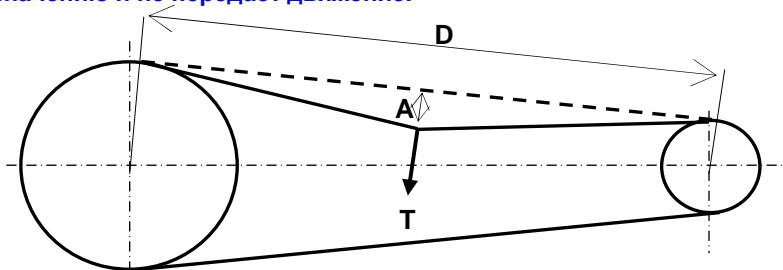
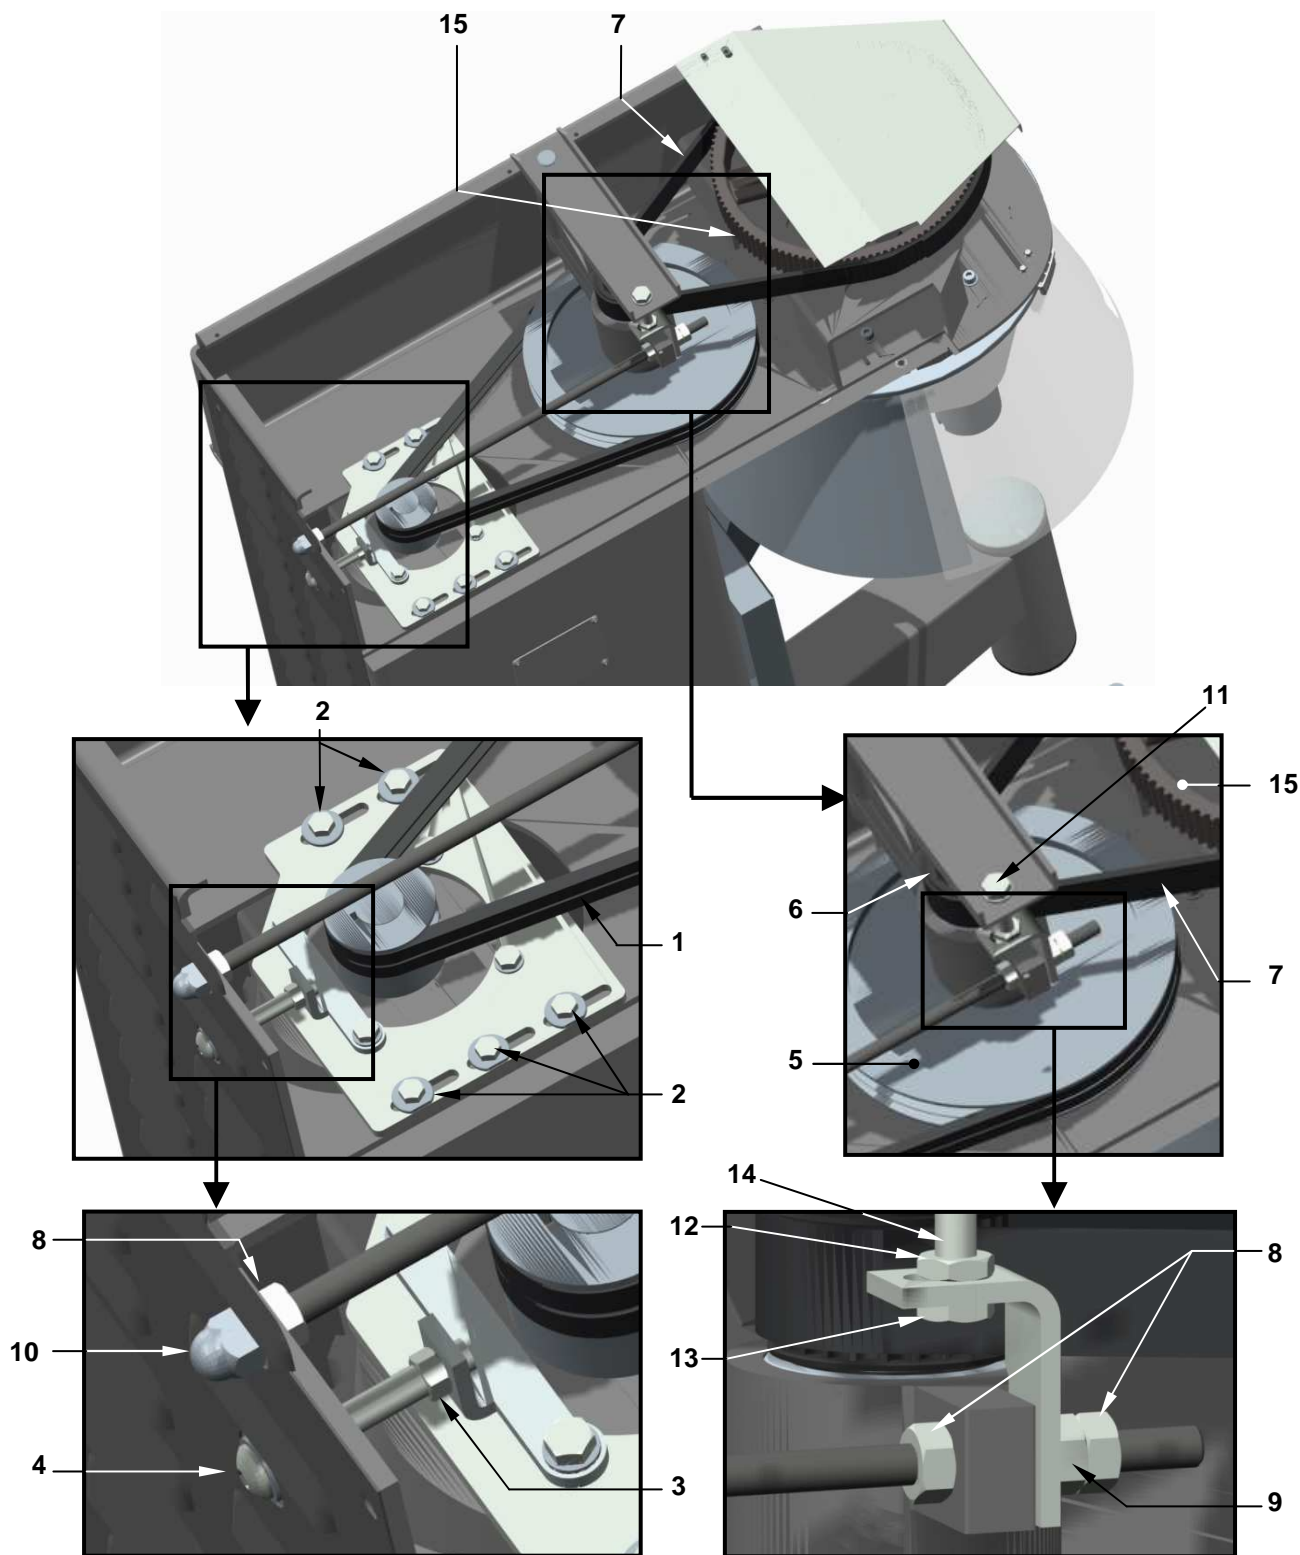
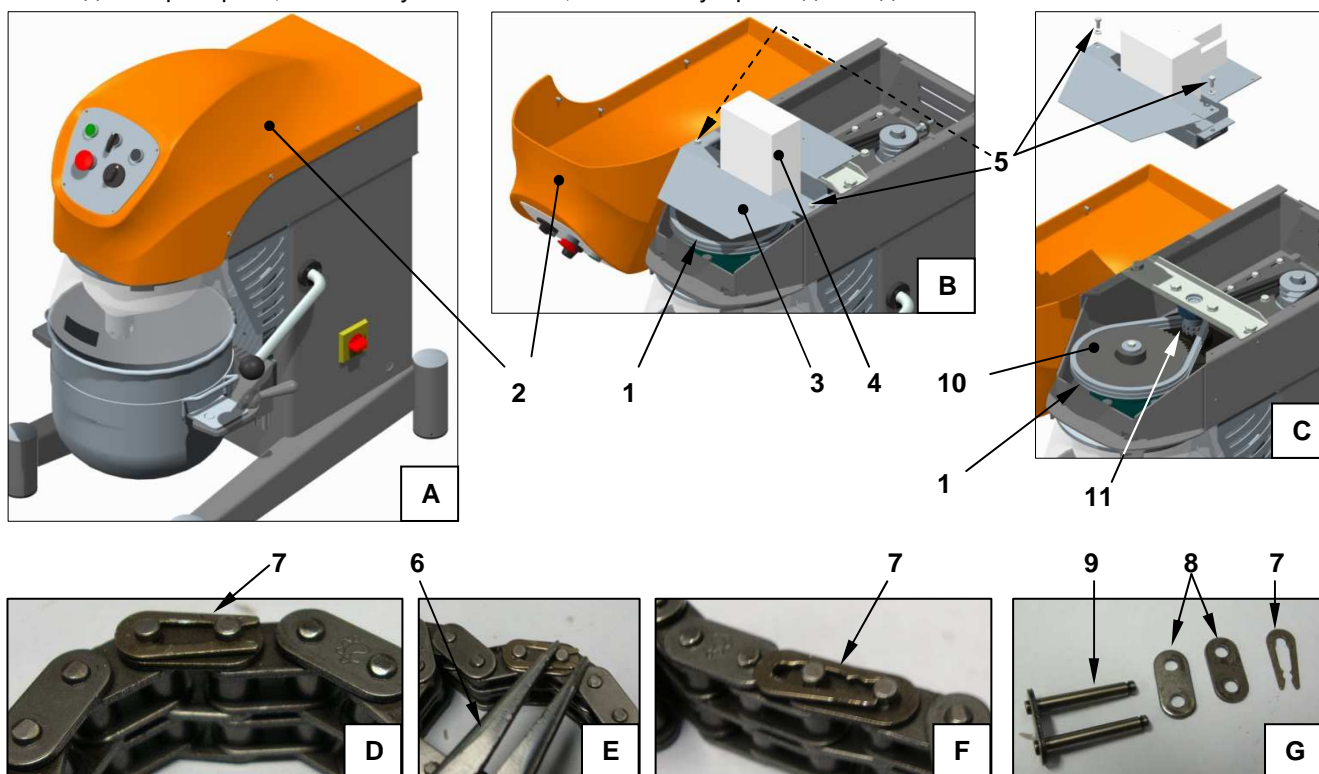

Рисунок 17- Список параметров корректного напряжения ремней рис.1 Рисунок 18
Рисунок 18- Регулировка напряжения ремней передачи
Рисунок 19- Регулировка напряжения цепи передачи
Эти операции относятся к процедуре чрезвычайных/внеплановых ремонтных работ. См. Рисунок 18 после демонтажа верхней защиты (достаточно раскрутить винты, которые её блокируют):
См. Рисунок 17, для осуществления проверки корректного напряжения ремней необходимо:
В. для регулирования напряжения зубчатого ремня рис.17
В планетарных миксерах моделей L20B и PL20C для замены ремней рис.1 необходимо монтировать тяговой стержень рис.14 Рисунок 18 (иначе невозможно осуществить установку ремней); в других моделях после извлечения из желобов шкива, необходимо вытянуть их из-под шкива рис.5 Рисунок 18.
Особенно внимательно необходимо относиться к замене зубчатого ремня рис.7 Рисунок 18, который должен идеально "сесть" в паз шкива рис.6 и рис.15 Рисунок 18; звук ремня во время движения должен быть слабым и не "прерывистым"
См. Рисунок 19, демонтаж цепи рис.1:
- i) извлечь винты рис.16, которые блокируют пластину на фланце двигателя рис.17;
- j) освободить опору рис.18 от винта рис.19; извлечь их и установить повторно;
- повернуть гайку одной рукой рис.5 и другой рукой задвинуть двигатель в отверстие тыльной стороны цоколя (не актуально в случае наличия подручного инструмента, изображённого на Рисунок 21); когда двигатель полностью находится в цоколе и кронштейн в вертикальной позиции, можно оставить его; продолжать поворачивать гайку р.5 до окончательной установки фланца двигателя под плиту рис.17.
- выровнять отверстия фланца двигателя с отверстиями плиты рис.17, закрутить винты рис.16, после наложения опоры рис.18; зажать винты рис.16
- закрутить на одну из сторон опоры рис.18 винт рис.19 пропустив его через отверстие цоколя (внимание! не забыть зафиксировать его гайкой) рис. 3 Рисунок 18)